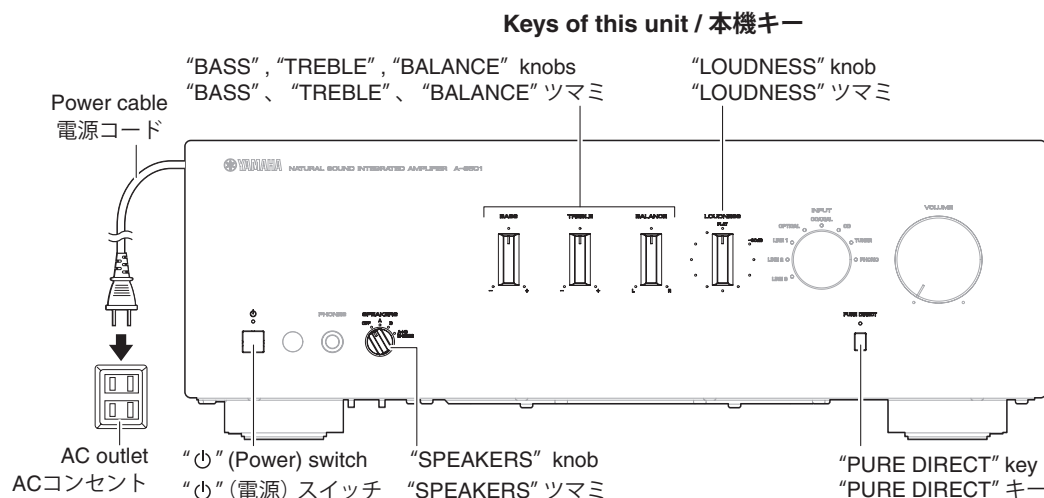

Fig. 19
1. Press the "⏻" (power) switch to turn off this unit. (Fig. 19)
2. Connect the power cable of this unit to the AC outlet. (Fig. 19)
3. Set the "SPEAKERS" knob to the "OFF" position. (Fig. 19)
4. Set the "BASS", "TREBLE" and "BALANCE" knobs to the top positions. (Fig. 19)
5. Set the "LOUDNESS" knob to the "FLAT" position. (Fig. 19)
1. 本機の "⏻" (電源) スイッチを OFF にします。 (Fig. 19)
2. 電源コードを AC コンセントに接続します。 (Fig. 19)
3. "SPEAKERS" ツマミを "OFF" にします。 (Fig. 19)
4. "BASS"、"TREBLE"、"BALANCE" ツマミを中央の位置に合わせます。 (Fig. 19)
5. "LOUDNESS" ツマミを "FLAT" の位置に合わせます。 (Fig. 19)
6. Press the "⏻" (power) key to turn on this unit. (Fig. 19)
8. Repeat pressing the "PURE DIRECT" key 12 times within 15 seconds. (Fig. 19)
6. 本機の "⏻" (電源) スイッチを ON にします。(Fig.19)
8. 15 秒以内に "PURE DIRECT" キーを 12 回押します。(Fig.19)